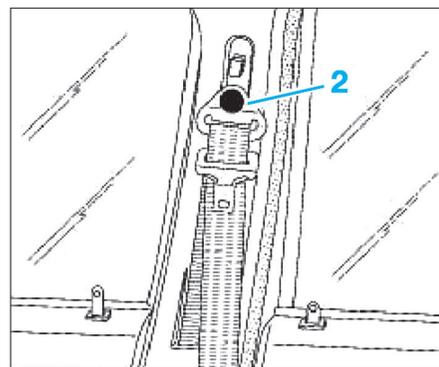

Fig. 14
- le cache de la vis supérieure de l'enrouleur/prétensionneur (2) (Fig.14),